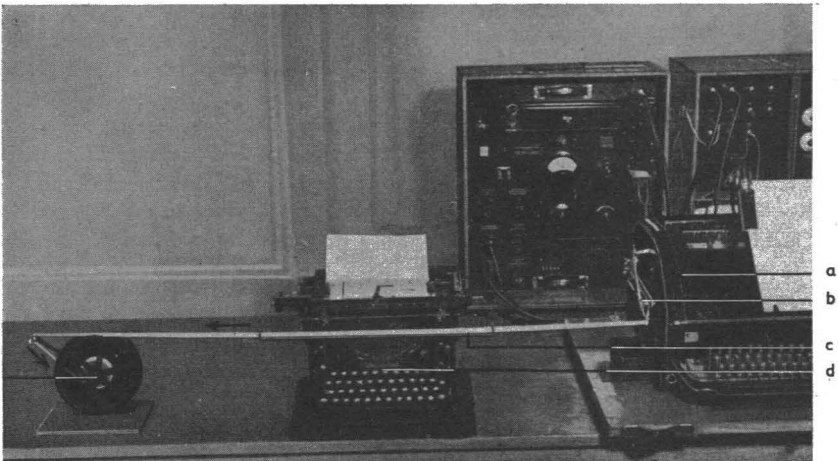

Bild 16
29. Bedienung des Papieraufwicklers (Bild 16 e).